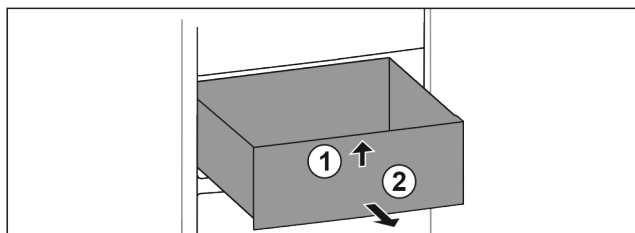

Fig. 89
- ▶ Повдигнете чекмеджето отпред. Fig. 89 (1)
- ▶ Извадете чекмеджето напред. Fig. 89 (2)